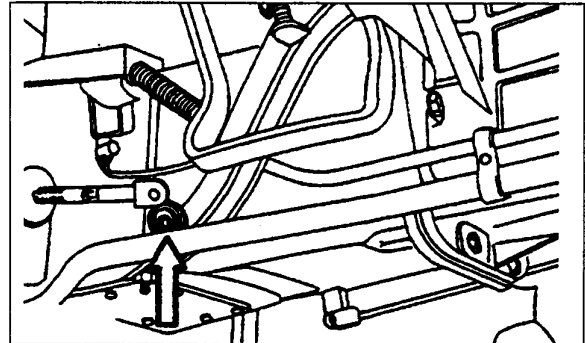

Fig.5-27 Perno articulación palancas mando frenos. Inyectar grasa del tipo indicado.
- Arbol transversal de mando frenos, dos engrasadores (Fig.5-27)